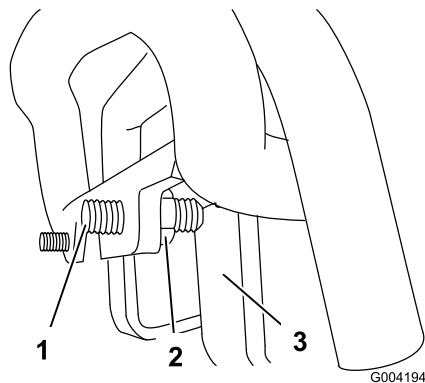

Figura 48
3. Si la unidad de tracción se desvía a la **izquierda**, afloje la contratuerca de la **derecha** y ajuste el tornillo de fijación de desplazamiento en la parte delantera del control de tracción (Figura 48).
4. Si la unidad de tracción se desvía a la **derecha**, afloje la contratuerca de la **izquierda** y ajuste el tornillo de fijación de desplazamiento en la parte delantera del control de tracción (Figura 48).